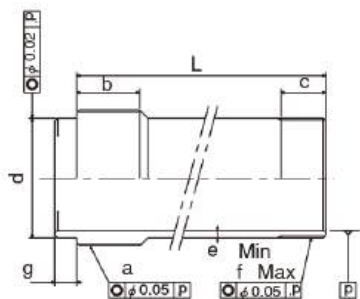

Рисунок 16
Размер L на рис. 16 определяется исходя из длины A между цилиндрическим адаптером и задней панелью. Например, в комбинации с B-206, SS1246 и при A=800 мм длина втягивающей трубы L должна составлять $L = A + 41 = 800 + 41 = 841$ мм.
- Соблюдайте размеры e и f, указанные на рис. 16, при этом необходимо использовать материал с пределом прочности при растяжении не менее 380 МПа (38 кгс/мм²).